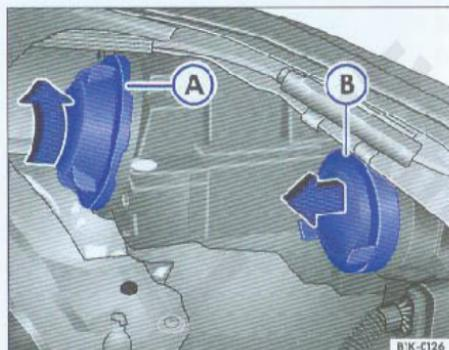

图29 近光灯后盖A、远光灯及边灯后盖B
- 按箭头方向旋转后盖A ⇒ 图29，并向后拉出后盖。
- 将后盖装到大灯的凹槽里，按箭头A ⇒ 图29相反的方向旋转后盖直到卡住。◀